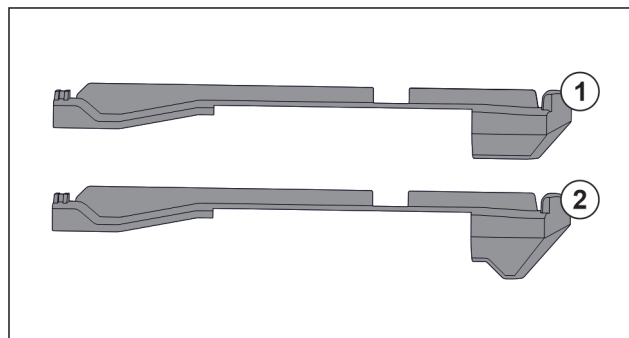

Fig. 149 Porovnání nasazovacích dílů
V přístroji se nacházejí dva různé nasazovací díly. Nasazovací díl nad nejspodnější zásuvkou Fig. 149 (2) má hranu trojúhelníkového tvaru. Všechny ostatní nasazovací díly Fig. 149 (1) mají rovnou hranu.
- ▶ Nasazovací díl Fig. 149 (2) s hranou trojúhelníkového tvaru připevněte nad nejspodnější zásuvkou.
- ▶ Nasazovací díl Fig. 149 (1) s rovnou hranou připevněte na všech ostatních místech.